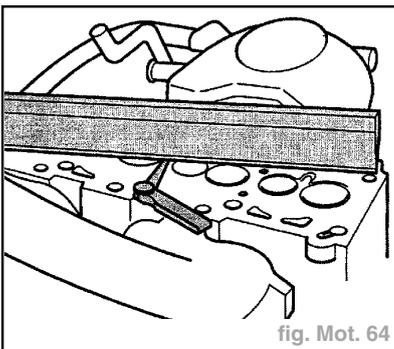

fig. Mot. 64
- Contrôler la culasse en plusieurs endroits avec la règle de précision et la jauge d'épaisseur afin de déterminer un éventuel gauchissement (fig. Mot. 64).